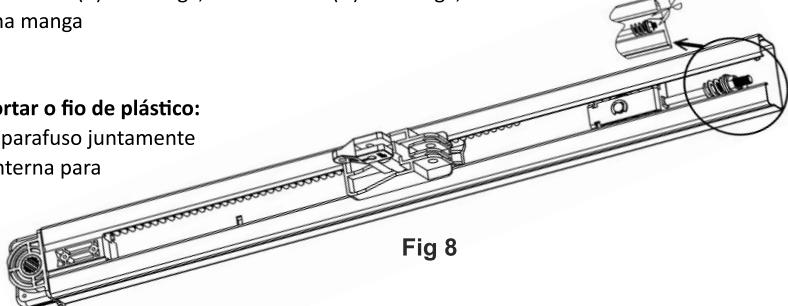

Fig 8
3. Como Fig.8, cortar o fio de plástico: